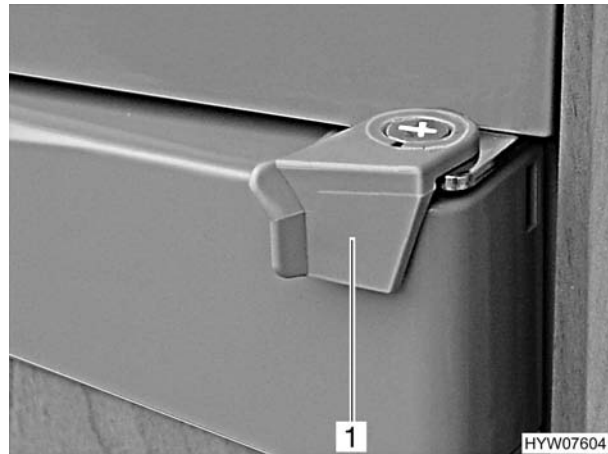

Bild 149 Verriegelung der Kühlschranktür, geschlossen
- Verriegelung (Bild 149,1) nach außen drehen.